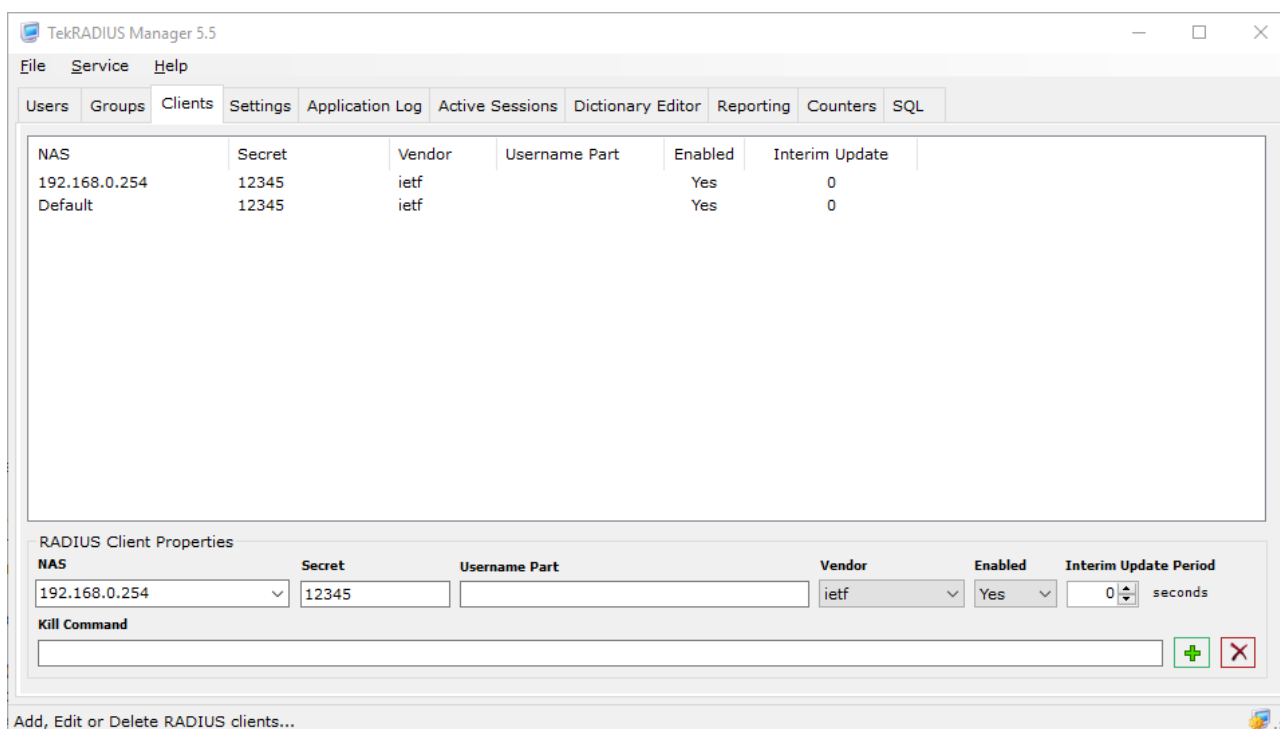

Рис. 10. Окно добавления клиента tekRADIUS
- 2) Добавить новое устройство в tekRADIUS, для этого на вкладке «Clients» (Рис. 10), задать в поле NAS IP адрес Контроллера, в поле Secret указать секретный ключ, поля Vendor, Enabled и Interim Update Period настроить согласно Рис. 10. После ввода всех данных нажать кнопку добавить: зеленый плюс.